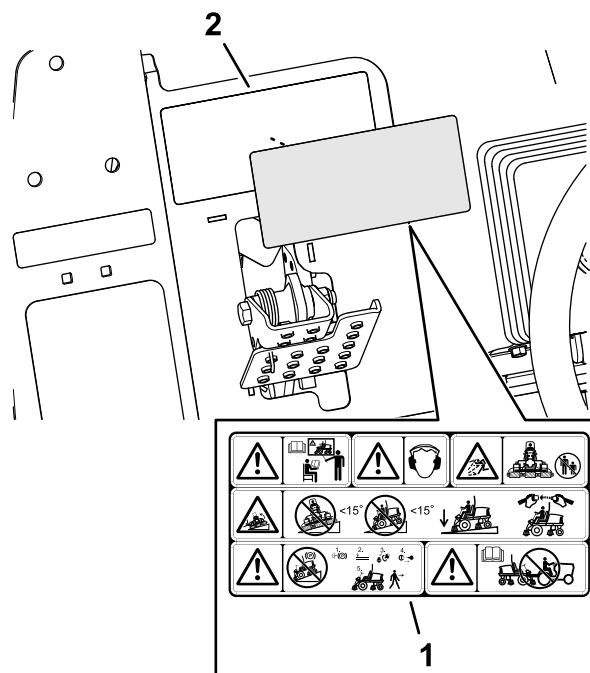

Figura 36
1. Folosii alcool sanitar i o lavetă curată pentru a curăa zona suprafaa autocolantului de avertizare 133-2930 i lăsa-i autocolantul să se usuce (Figura 36).